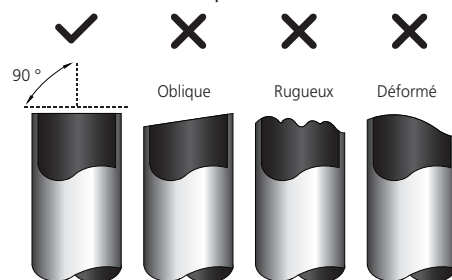

Fig. 7.1
1. Assurez-vous que le tuyau est coupé à un angle parfait de 90°. Voir Fig. 7.1 pour des exemples de mauvaises coupes